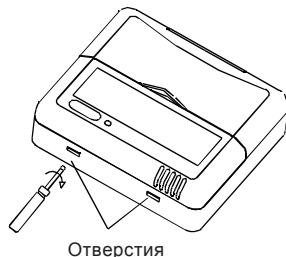

Рис. 3-4
- Вставьте конец отвертки с прямым шлицем в одно, затем во второе отверстие в задней части пульта и разъедините корпус на две половины (рис. 3-4).